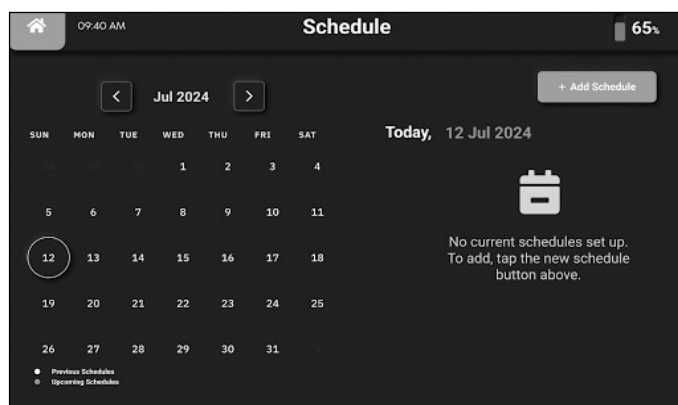

Figure 49
2. Appuyez sur « Ajouter un programme » (**Fig. 49**).